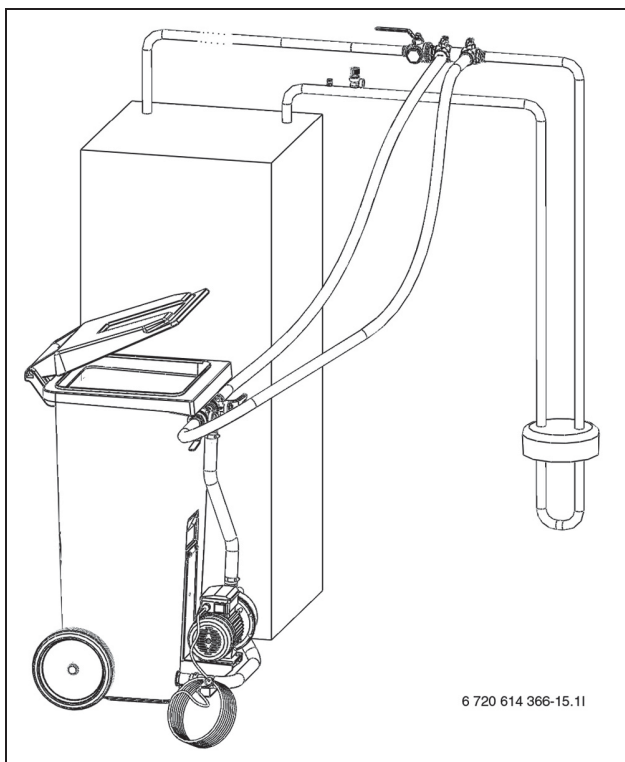

Bild 24 Fyllning med påfyllnadsstation
- Anslut två slangar från påfyllnadsstationen till påfyllnadssatsen (→ Bild 24).